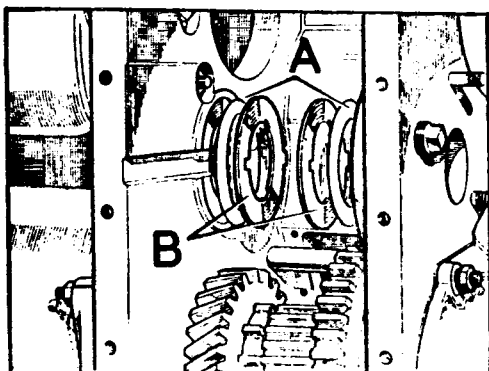

Fig. C1-28 Arandelas y suplementos del eje intermedio
- 1.6. Retirar las arandelas axiales, A y B (Fig. C1-28) y si lleva, los suplementos situados entre cada extremo del piñón intermedio y el cárter de la caja reductora.
- 2.3. Situar sobre el cárter, las dos arandelas axiales que disponen de fija, A (Fig. C1-28).